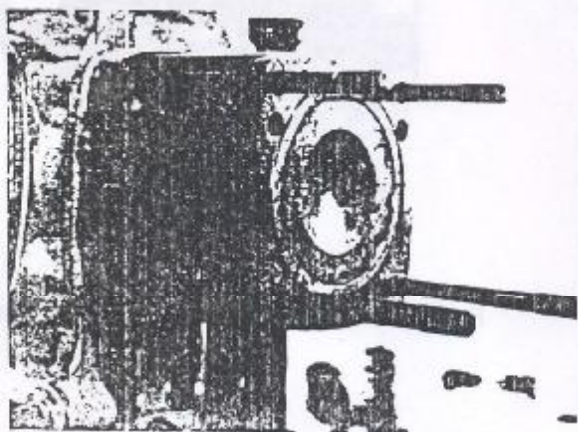

Figura 1.01.16 - Posicionamento correto do conjunto do cilindro
- Deslizar totalmente o conjunto cilindro/camisa sobre o êmbolo, de modo que o cilindro fique faceado com o bloco (Figura 1.01.16).